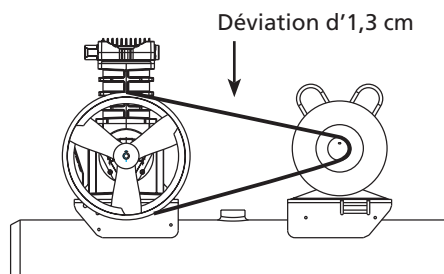

Figure 6
Les courroies s'étireront avec l'usage normal. Bien réglée, une pression de 2,27 kg appliquée à la courroie entre la poulie du moteur et la pompe fera dévier la courroie d'environ 12,7 mm (1/2 po) (Voir Figure 6).
4. Ajuster la courroie ou la poulie du moteur pour que la courroie circule droit (Voir Figure 6).